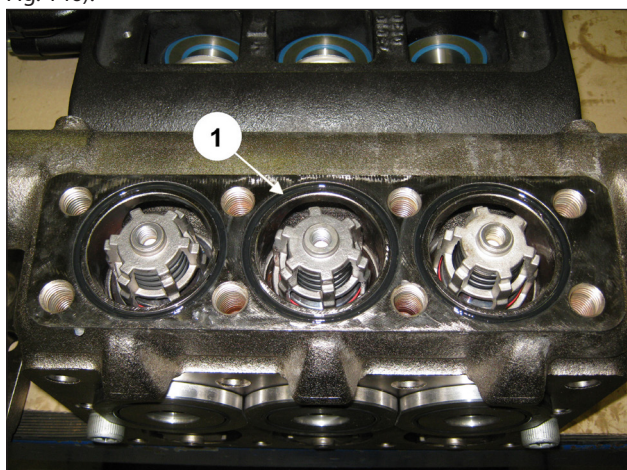

Fig. 146
Aplique o O-ring dianteiro nas válvulas de descarga (pos. ①, Fig. 146).